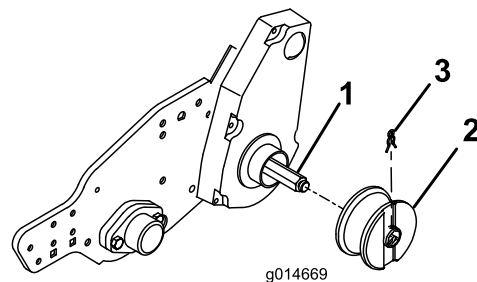

図 6
3. 各ホイールシャフトにレールホイールを取り付け、クリップで固定する 図 6。